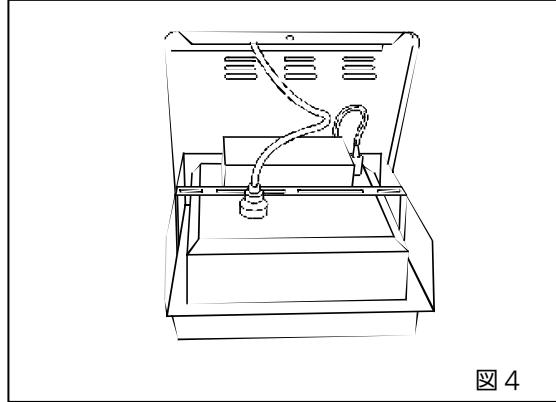

図 4
4. 自記温度記録計のセンサーをフレーム左側面の感温部取出口から外に出し、記録計取付金具をフレーム前面下の取付位置に取り付けてください [図 4]。